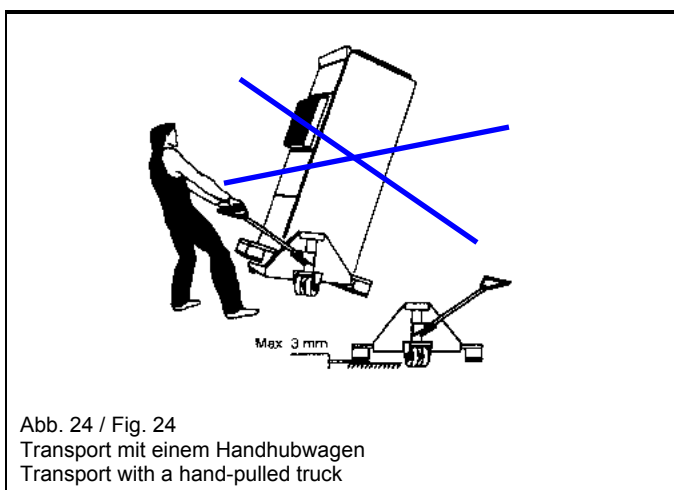

Abb. 24 / Fig. 24
- Mit Staplern (siehe Abb. 24).
- Kippen und Verkanten ist zu vermeiden (siehe Abb. 24).
Bei Transport mit einem Handhubwagen besteht die Gefahr des Kippens der Schaltanlage. Daher sollte der Abstand zwischen den Querhölzern bzw. der Palette und dem Untergrund nicht mehr als 3 mm betragen (vgl. Abb. 24).
- By fork-lift truck (see fig. 24).
- Tilting and canting must be avoided (see fig. 24).
Sections may easily tip over when transported with a hand-pulled truck. Therefore the distance between the wooden cross beam or the pallet and the underground should not be more than 3 mm (see fig. 24).